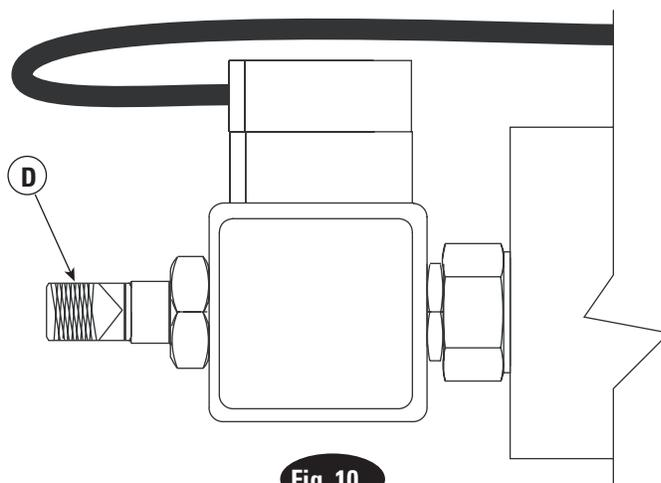

Fig. 10
8. Retirer le capuchon de la vanne de descente sur l'unité d'alimentation, tourner et tirer pour descendre le pont élévateur, fig. 10. Le pont descendra à faible vitesse. Remettre le capuchon sur la vanne de descente après avoir descendu le pont élévateur.